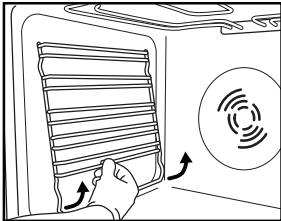

Рис. 3
1. Зніміть бокові решітки для кріплення аксесуарів (Рис. 3).